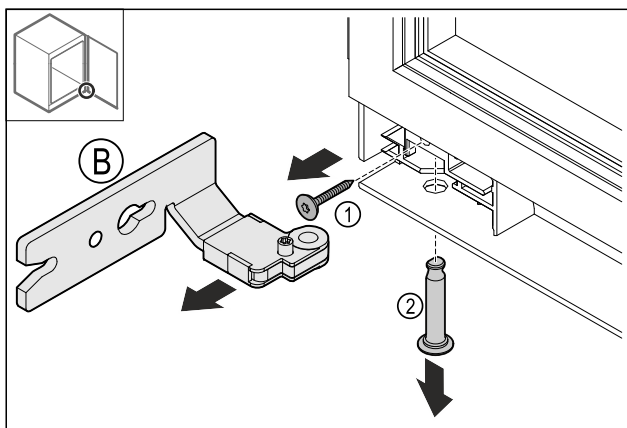

Fig. 15
- Fjern Fig. 15 (1) skruen.
- Fjern Fig. 15 (2) bolten.
- Fjern Fig. 15 (B) hængslet.